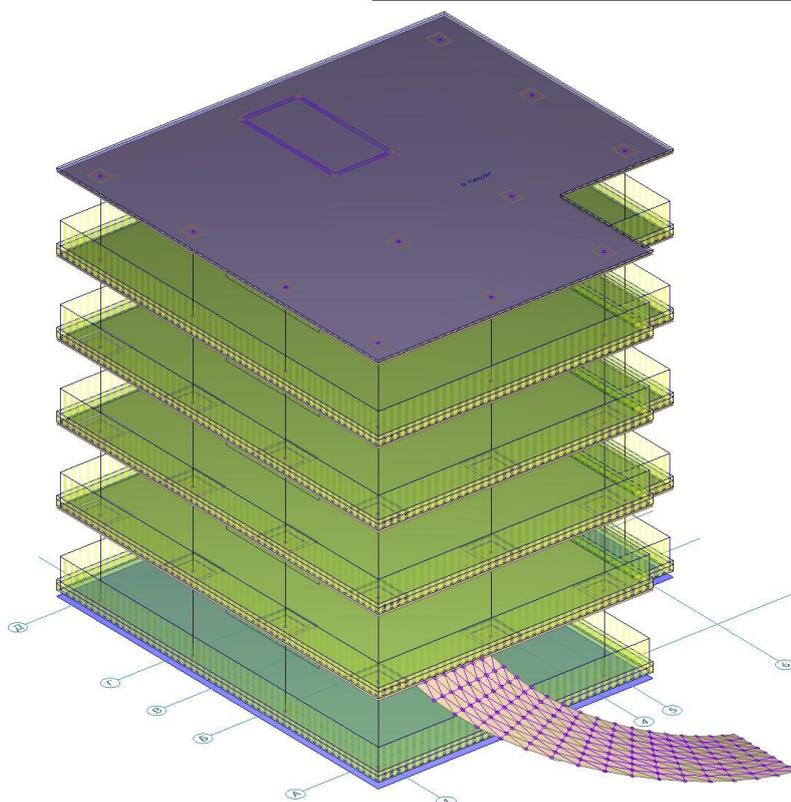

Рис.6.27. Расчетная модель с выполненными пересечениями
- Расчетная модель с выполненными пересечениями будет выглядеть следующим образом (рис.6.27)